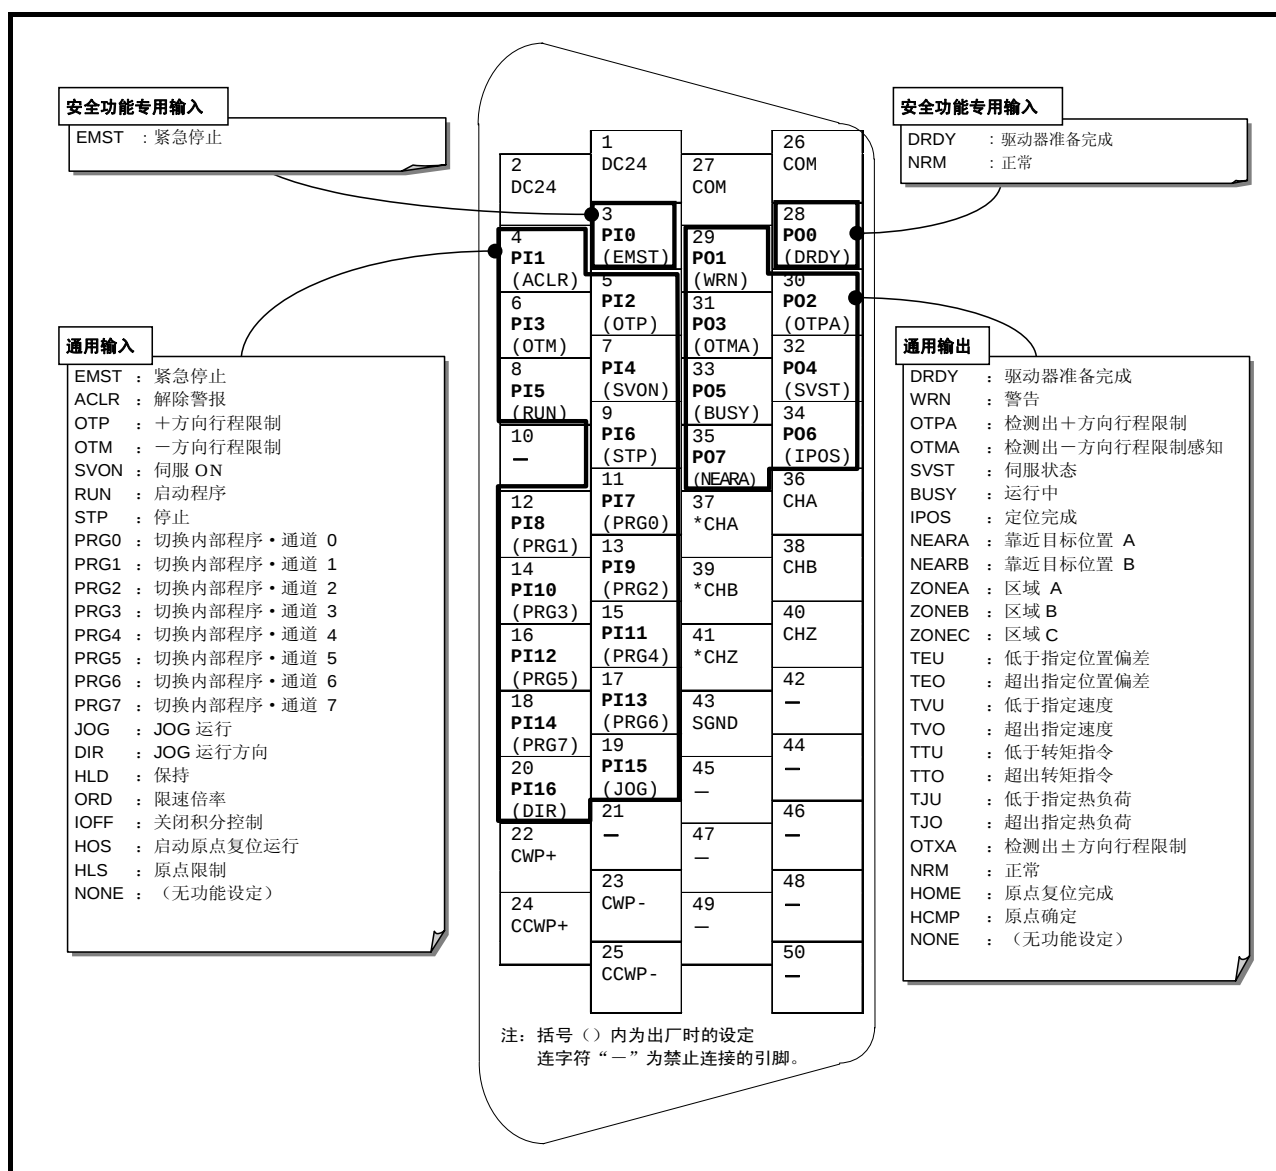

图 2-22: CN2 引脚阵列
- CN2 : 控制输入输出接口 的引脚阵列显示在「图 2-22: CN2 引脚阵列」(出厂时的状态)。